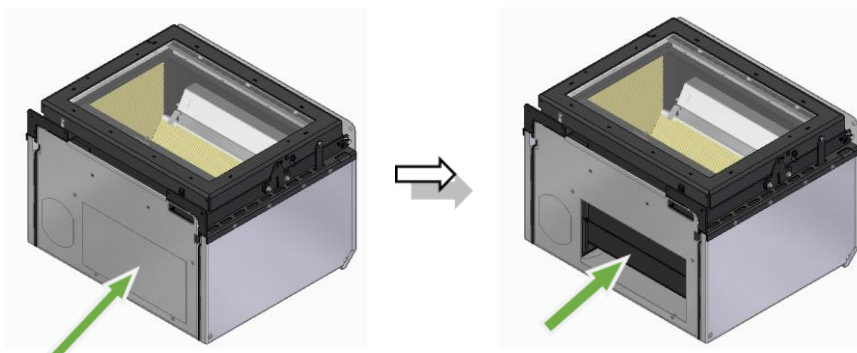

Figura 51 – Desmontaje de las microarticulaciones inferiores
a. En estos modelos, el kit de ventilación se coloca debajo de la unidad. Para acoplar el kit de ventilación opcional, primero debe romper las microjuntas de la parte inferior con un martillo, para poder acoplar el ventilador y los accesorios del kit de ventilación, véase la figura 51.